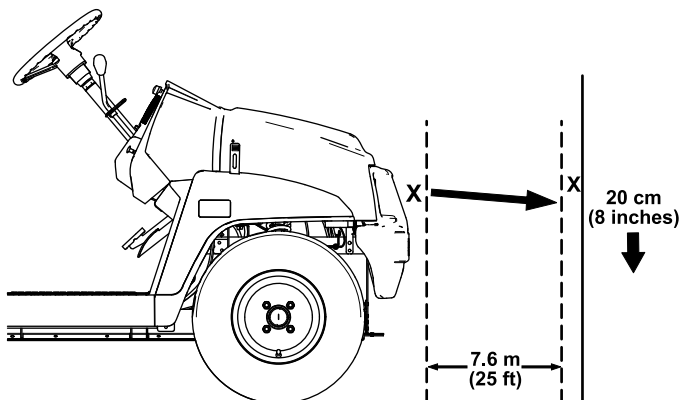

Figure 43
- Garez la machine sur une surface plane et horizontale, avec les phares à environ 7,6 m de distance d'un mur (Figure 43).
La partie la plus brillante du faisceau doit se trouver 20 cm en dessous du repère que vous avez tracé sur le mur (Figure 43).